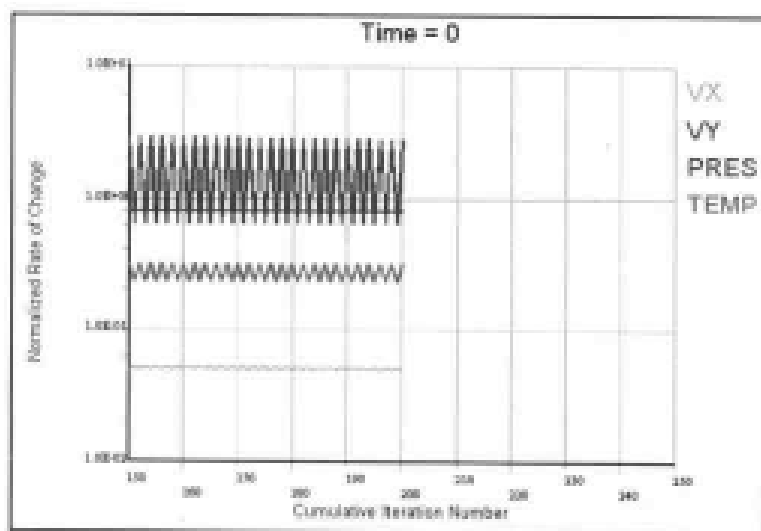

图 14-50 平衡迭代过程时间跟踪图
(15) 选择 Main Menu | Solution | Solve | Current LS 命令, 出现 Solve Current Load Step 对话框, 单击 OK 按钮, ANSYS 开始求解计算。图 14-50 是 ANSYS 平衡迭代过程时间跟踪图。
(16) 求解结束后, ANSYS 显示窗口出现 Note 提示框, 单击 Close 按钮关闭该对话框。
(17) 选择 Utility Menu | File | Save as 命令, 出现 Save Database 对话框, 在 Save Database to 文本框中输入 exercise22.db, 保存求解结果, 单击 OK 按钮关闭该对话框。